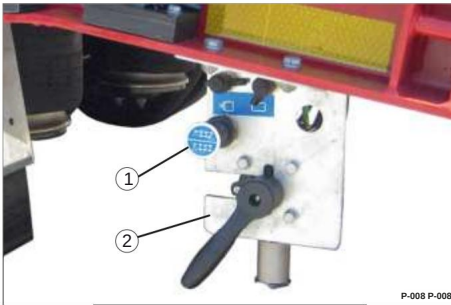

Bild 53 Efterföljande styraxel
Tryckknappen (Bild 53/1) sitter på manöverpanelen.
• Kör rakt fram. • Dra i tryckknappen (Bild 53/1).
• Tryck på tryckknappen (bild 53/1).